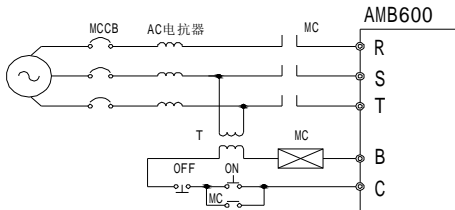

图 3-4 接入输入断路器
- ① MCCB 的容量应为变频器额定电流的 1.5~2 倍。
- ② MCCB 的时间特性要满足变频器的过载保护（150%的额定电流/1分钟、200%的额定电流/1秒钟）特性。
- ③ MCCB 与两台以上变频器或其他设备共用时，可按图 3-4 连接，将变频器故障输出继电器触点接入电源接触器将输入电源断开。